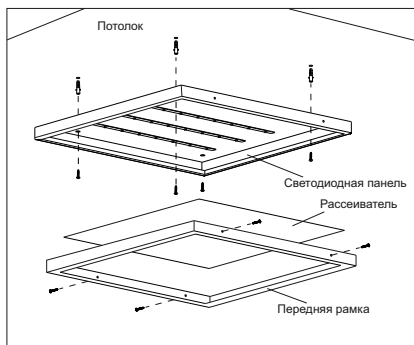

Рисунок 1
- фаза (L) – коричневый провод;
- нейтраль (N) – синий провод;
- защитный проводник (PE) – жёлто-зелёный провод.
- накладной монтаж производить непосредственно на поверхность потолка с креплением светильника через отверстия в корпусе (рисунок 1). Крепёж для накладного способа монтажа в комплекте не поставляется;